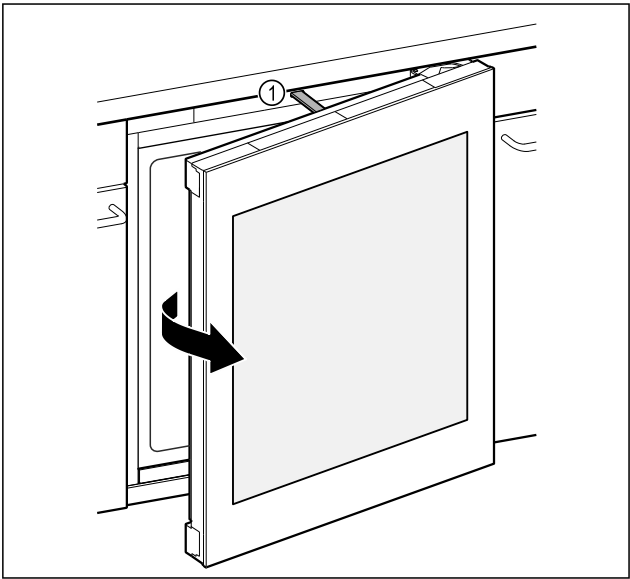

Fig. 68
- Schubstange Fig. 68 (1) öffnet Tür ungefähr 7 cm.